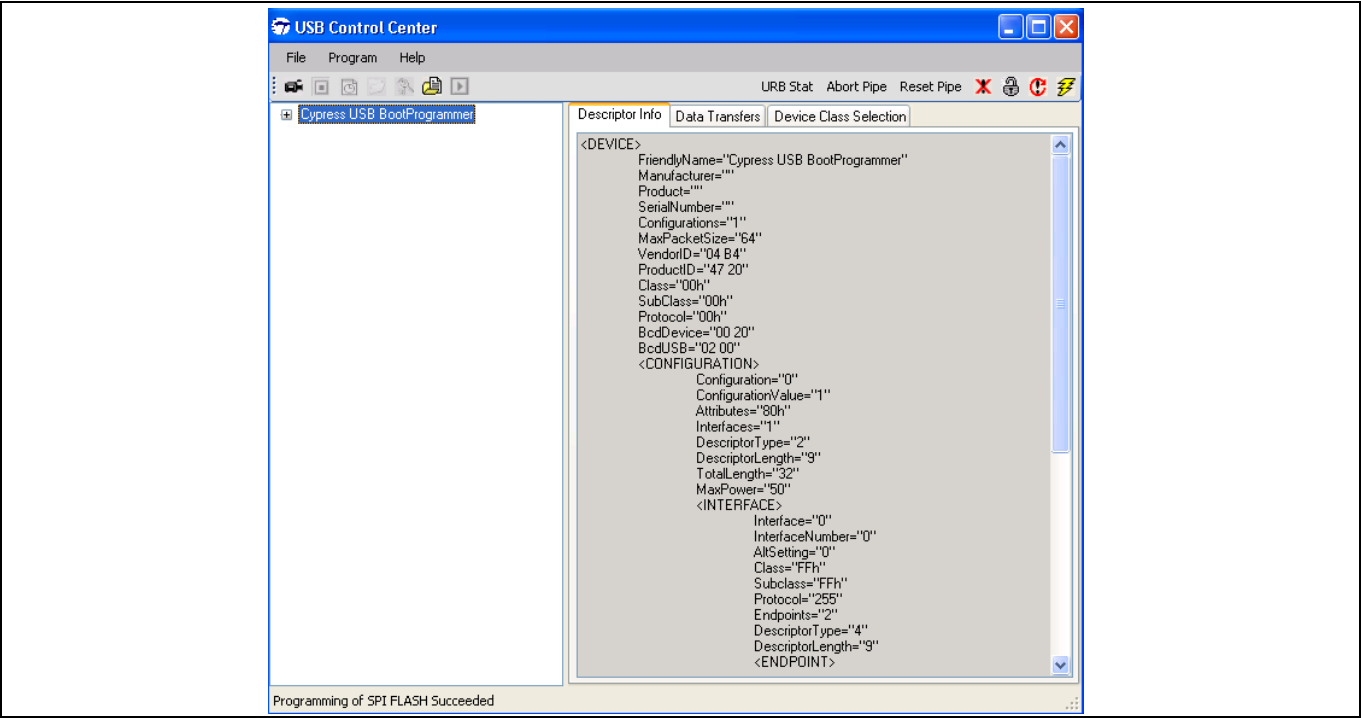

Figure 33 SPI 闪存成功编程在 Control Center 窗口的左下角的显示
5. 编程完成后，该窗口的左下角将显示 "Programming of SPI FLASH Succeeded" 信息，如 Figure 33 所示。